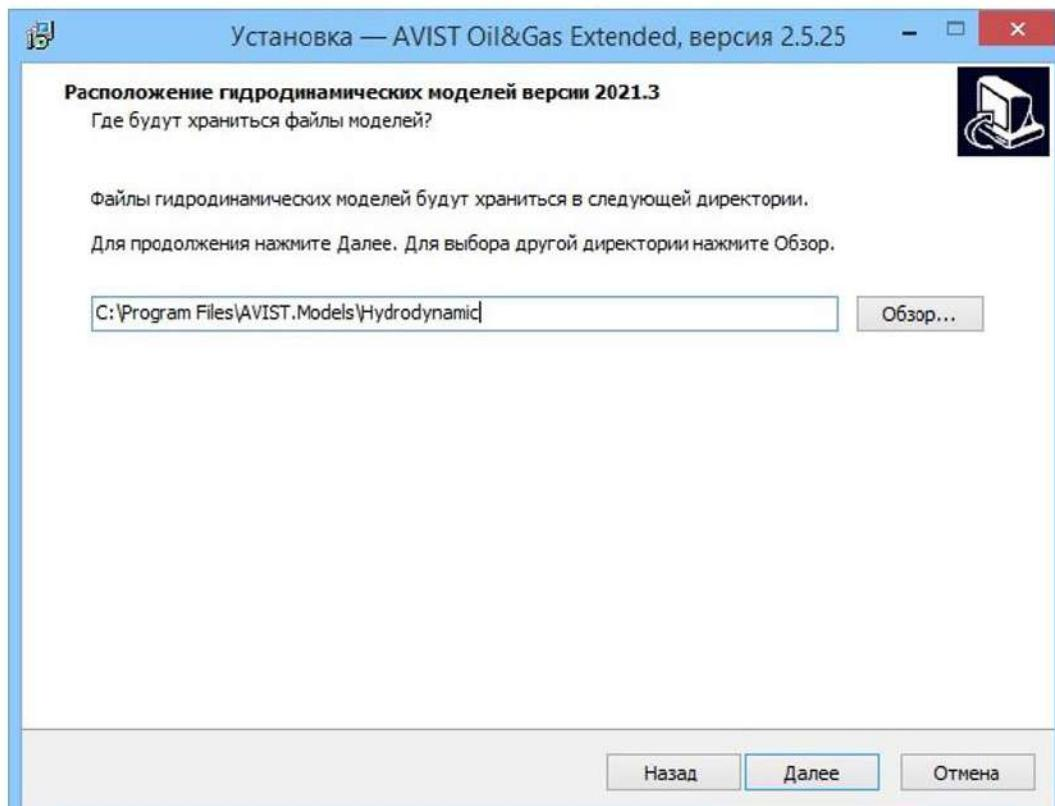

Рисунок 58 - Выбор директории для хранения файлов гидродинамических моделей версии 2021.3
12) Выбрать директорию, где будут храниться файлы гидродинамических моделей версии 2021.2.\*(1.2), нажать кнопку «Далее» (Рисунок 58).